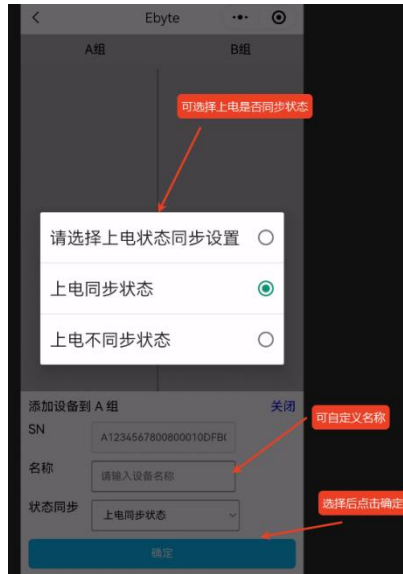

图 3-2-4 添加设备设置
4. 这里我们以 A 组添加 E860-DTU(8080-4G)-V2，B 组添加 E860-DTU(2020-4G)-V2，分别取名为 1，2，状态同步为上电同步状态，如下图 3-2-4 所示，添加成功后如下图 3-2-5 所示